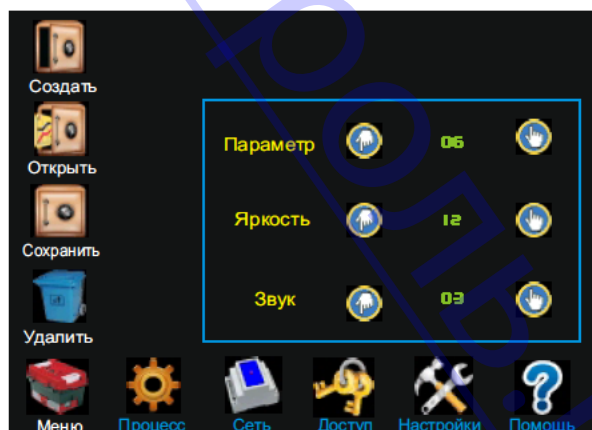

Рис. 20. Меню "Настройки"
8.18 Для входа в меню нажмите пиктограмму **Настройки** и, в появившемся окне (Рис. 20), установите необходимые значения соответствующих задатчиков.